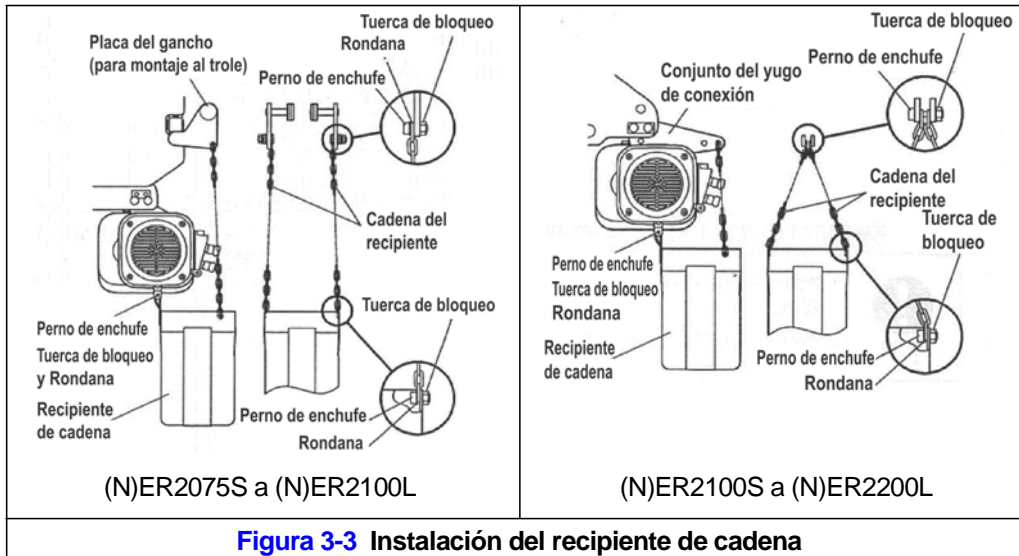

Figura 3-3 Instalación del recipiente de cadena
- 3.2.3 Cuando se use(n) el(los) recipiente(s) opcionales de lona, desdóblelo(s) e instálelo(s) en el cuerpo del(los) polipasto/tecle de cadena(s), como se muestra en la Figura 3-3. En este caso el extremo libre de la cadena no está sujeto al cuerpo del polipasto/tecle de cadena y el tope de la cadena está instalado en el 3er eslabón desde el extremo libre. Para colocar la cadena en su recipiente, meta la cadena en el recipiente, empezando por el extremo libre. Tenga cuidado para no torcer o enredar la cadena. NUNCA ponga toda la cadena de un solo golpe en el recipiente. La cadena torcida o apelmazada puede activar el interruptor de límite inferior y parar el polipasto/tecle de cadena durante el descenso.